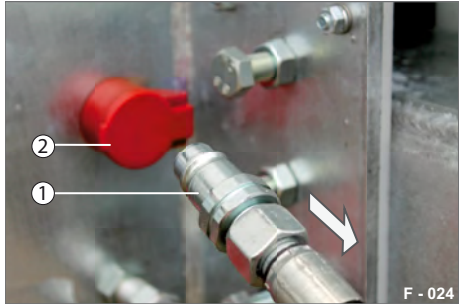

Abb. 47 Hydraulik-Leitung anschließen
- ▶ Achten Sie auf sauberen Leitungsanschluss für Hydraulik (Abb. 47/1).